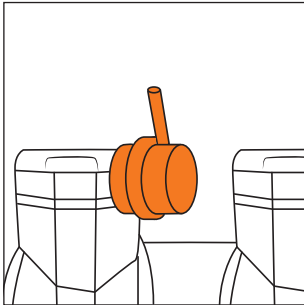

Рис. 14
- Для снижения шума установите трубки резонаторы в корпус фильтра (Рис. 14).